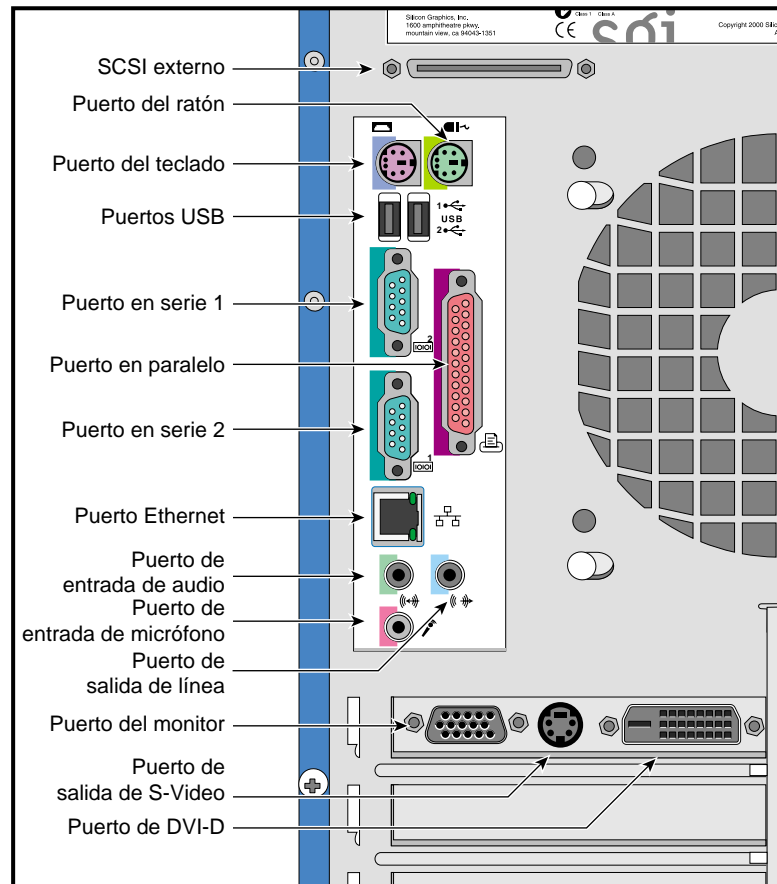

Figura 1-10 Panel de E/S
- b. Para conectar el altavoz derecho al sistema, conecte el cable al puerto de salida de línea del sistema y al puerto de entrada de señal del altavoz. Consulte la posición del puerto de salida de línea en la Figura 1-10.
7. Conecte los demás dispositivos externos a sus respectivos puertos. La Figura 1-10 proporciona una ampliación del panel de E/S.